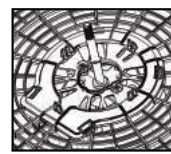

Figura 11
- Para retirar a grade traseira deve-se pressionar as travas para trás e puxar a grade livrando-a do dente da trava como mostrado na **figura 11**.